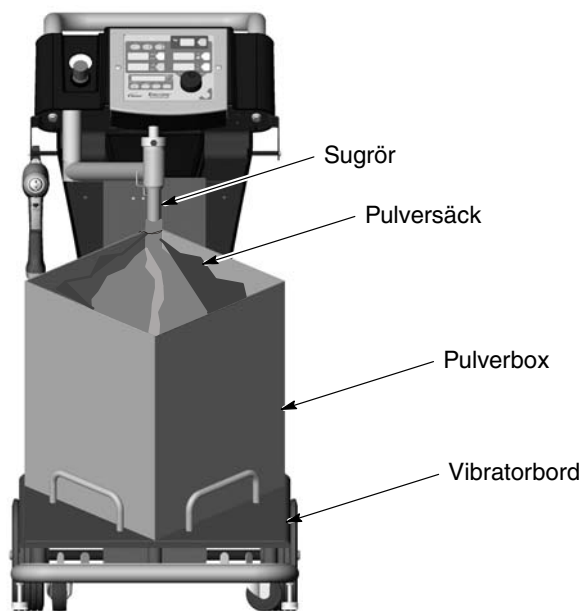

Bild 4-2 Uppstart av pulverbox
2. Se bild 4-2. Placera en låda med pulver på vibratorbordet.